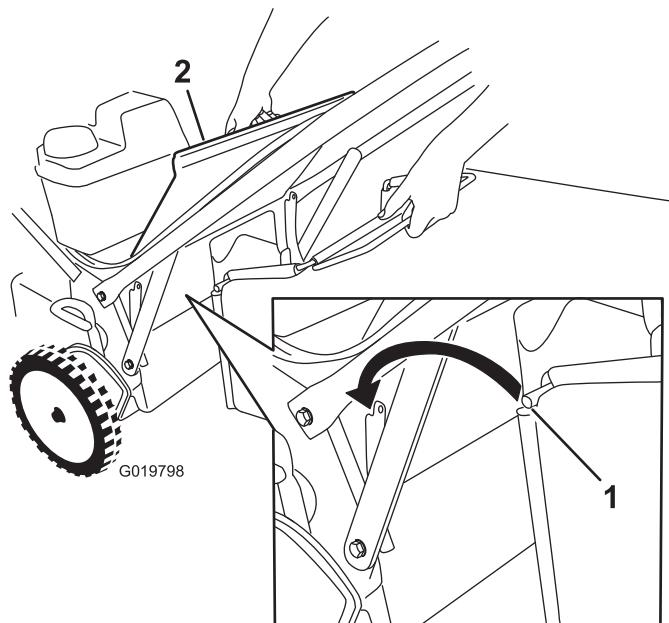

Bild 19
1. Heben Sie das hintere Ablenklech an und halten Sie es hoch (Bild 19).
- Setzen Sie die Fangkorbstange in die Kerben an der Unterseite des Bügels ein und bewegen den Fangkorb nach vorne und hinten, um sicherzustellen, dass die Stange richtig in den Kerben sitzt, siehe Bild 19.